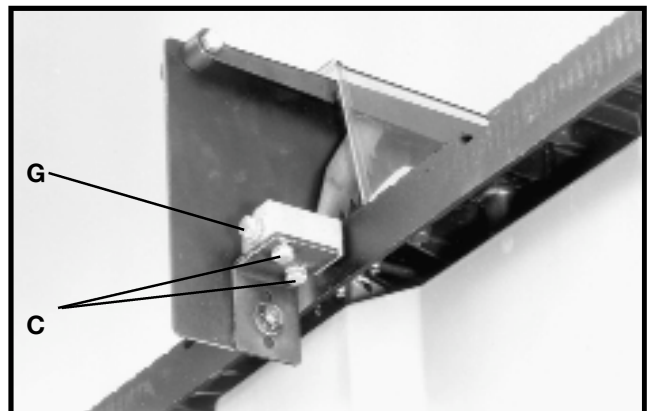

Fig. 17
10. Cuando esté seguro de que el hendedor está alineado correctamente a la hoja de la sierra, ajuste los dos tornillos (C), Fig. 17, que ajustan la abrazadera del soporte del hendedor a la abrazadera del hendedor y ajuste el tornillo (G) que ajusta la abrazadera del hendedor a la barra giratoria.